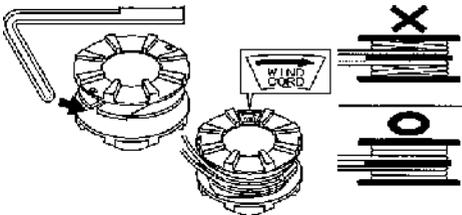

Рис. 18 Намотка корда
- Отрежьте корд длиной примерно 5 м. Сложите его вдвое и выровняйте концы. Зацепите изогнутую часть за паз промежуточного разделителя катушки (Рис. 18).
- Плотно намотайте корд на катушку в соответствии с направлением намотки, указанным стрелкой (Рис. 18).